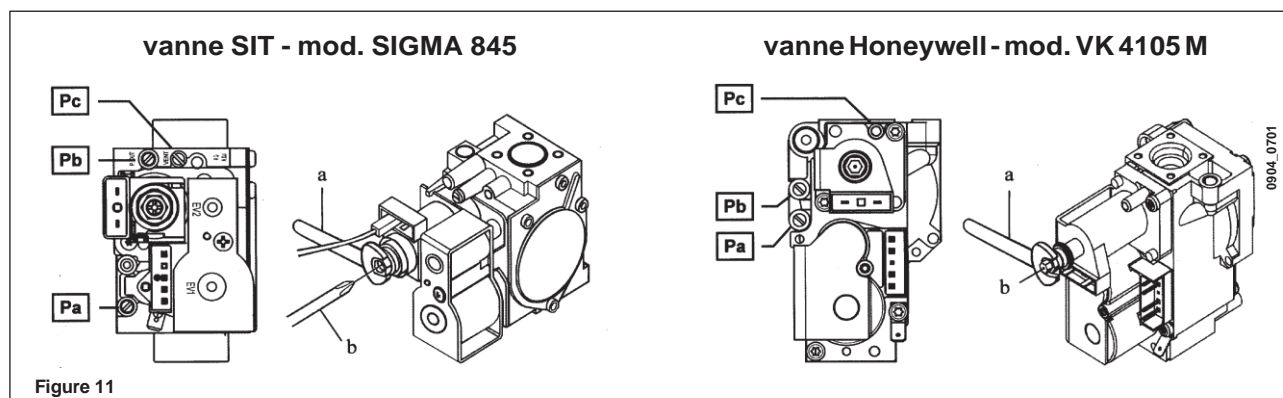

Figure 11
Les modalités d'étalonnage du régulateur de pression sont légèrement différentes en fonction du type de vanne du gaz utilisée (HONEYWELL ou SIT voir figure 11).
### C) Étalonnage du régulateur de pression (Figure 11)
- régler la vis en laiton (**a**) (Fig. 11) jusqu'à ce que les valeurs de pression indiquées au tableau 1 soient atteintes;